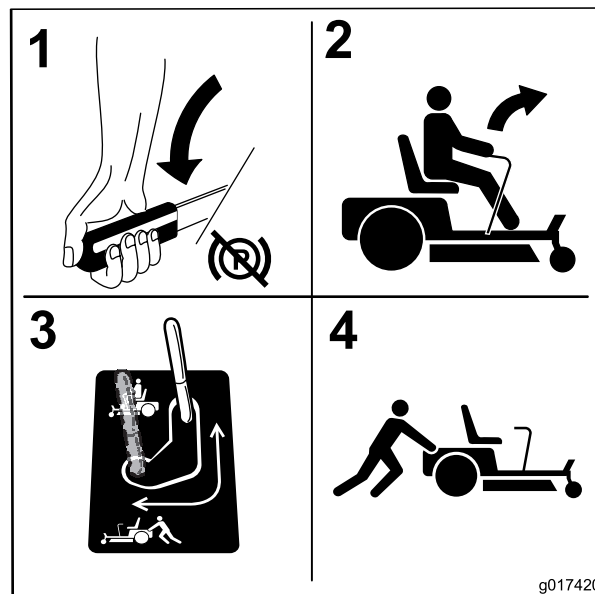

図 28
3. 図28のようにバイパスレバーを後ろに引いてロック位置にセットすると機体を牽引できるようになる。上記の作業を機体の左右それぞれについて行う。
5. 牽引後にマシンを通常状態に戻すには、バイパスレバーを前位置に戻す図28。